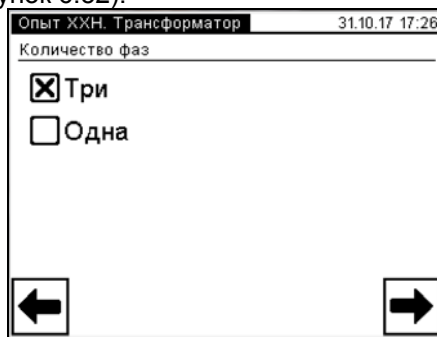
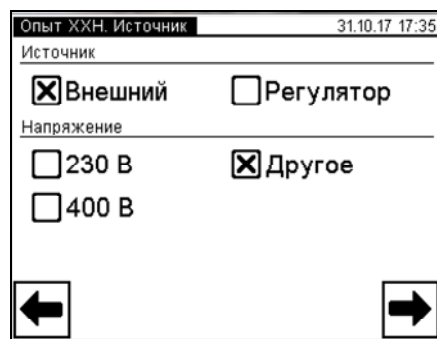

Рисунок 6.52
Рисунок 6.53
7) Выбрать вариант "Номинальное напряжение", после чего нажать на кнопку  для перехода в окно "Опыт XXН, Трансформатор" (рисунок 6.52).
8) Установить количество фаз проверяемого трансформатора, для чего в подразделе "Количество фаз" нажать в поле "Три" или "Одна" соответственно для трехфазного или однофазного трансформатора (рисунок 6.52).
9) Перейти в окно "Опыт XXН. Источник" (рисунок 6.53), для чего в окне (рисунок 6.52) нажать на кнопку .
10) Выбрать вариант источника питания, для чего в окне "Опыт XXН. Источник" в подразделе "Источник" (рисунок 6.53) выбрать "Внешний", если предполагается использовать нерегулируемый внешний источник, или "Регулятор" для регулируемого источника.